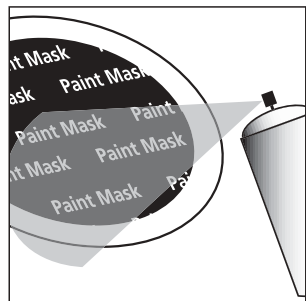

РИС. 7
1. Нанесите краску на открытые (не защищённые накладкой) части рамки в один или два тонких слоя. Рекомендуется наносить краску распылением (рис. 7).